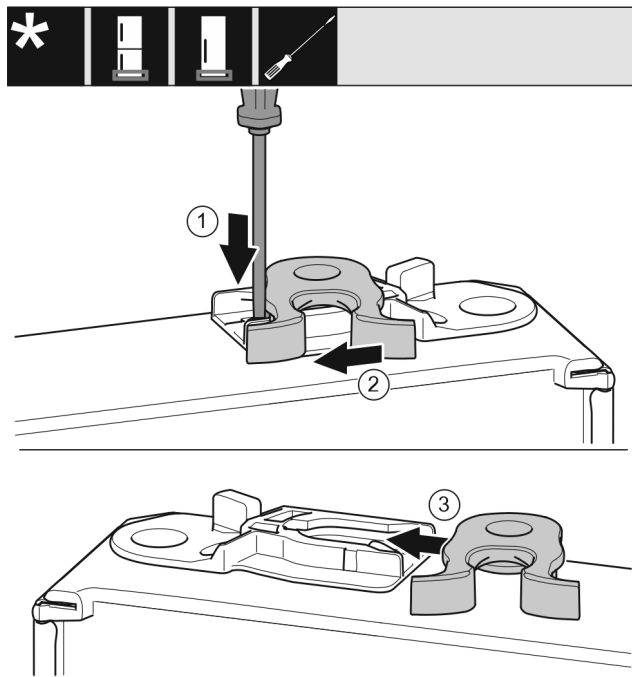

Fig. 17
- ▶ 用带槽螺丝刀向下按住接片 Fig. 17 (1)。
- ▶ 将锁钩 Fig. 17 (2)从导向装置拉出。
- ▶ 将另一侧的锁钩 Fig. 17 (3)推入导向装置。